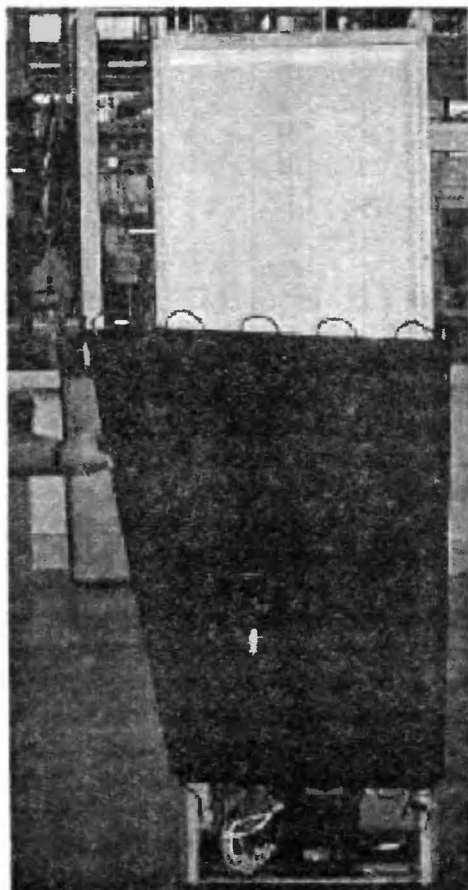

Рис. 7.1. Снятие конденсатора холодильника
2. Откручивают винты крепления конденсатора, а затем снимают сам конденсатор, как показано на рис. 7.1.